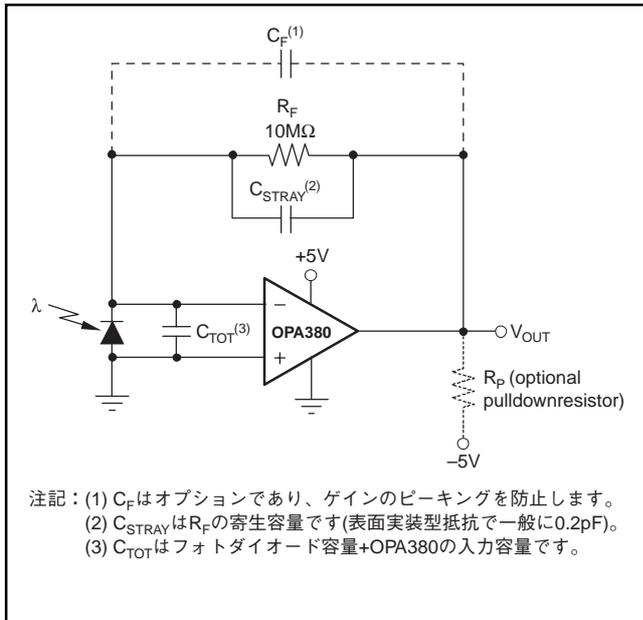

図5. トランスインピーダンス・アンプ
(2) 図5に示すように、 V_{OUT} と $-5V$ 間に接続したプルダウン抵抗 R_P だけを負荷とする出力でテストしました。アプリケーション節の「グランド・レベルの出力振幅の実現」も参照願います。
(4) リニア動作の回復に要する時間。
(5) 正電源電圧から回復する時間。
トランスインピーダンス設計に関するキーとなる要素は図5に示してあり、